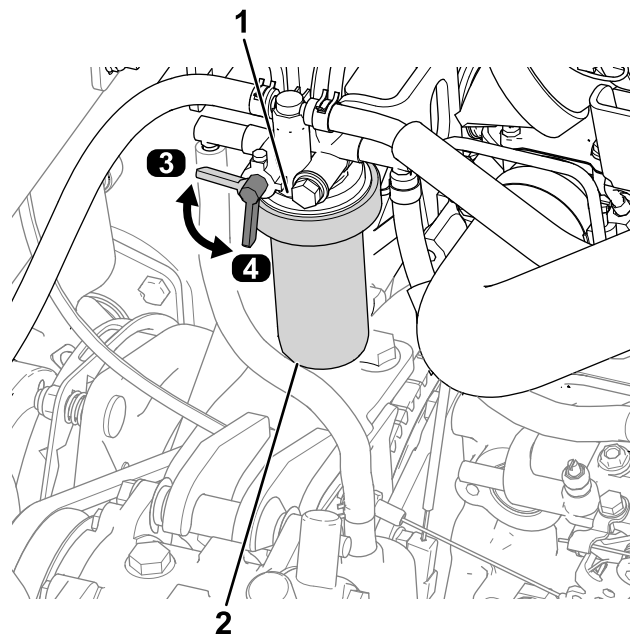

Figura 59
1. Girate la leva della valvola del carburante in posizione di SPEGNIMENTO (Figura 59).
2. Pulite le superfici circostanti la testa del filtro del carburante (Figura 59).
3. Togliete il filtro e pulite la superficie di montaggio della testa del filtro (Figura 59).
6. Girate la leva della valvola del carburante in posizione di ACCENSIONE (Figura 59).